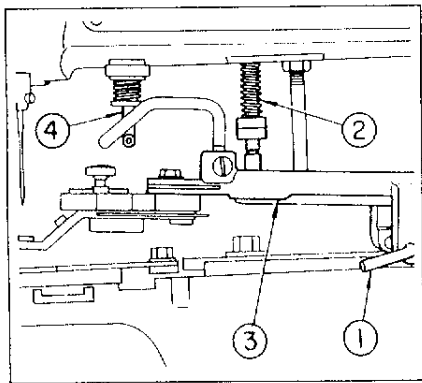

Fig. 33
(II) 2 - SECOND PROCEDE - FIGURES 33, 34, 35 & 36
RETIRER L'AXE (1) ET RETIRER LE SUPPORT DE PINCE (3) ET LA BARRE DE REGLAGE (2) FIG. 33. ENSUITE, COMME INDIQUE FIG. 39 INSTALLER LE SUPPORT (5). ECHANGER LA PLAQUE DE GRADUATION LONGITUDINALE AVEC LA PLAQUE FOURNIE AVEC LES ACCESSOIRES.
DEPOSER LE (4) FIG. 33 ET INSTALLER LES ACCESSOIRES COMME INDIQUE FIG. 40. FIXER LES PIECES SUIVANTES A LA BARRE DE RETENUE DU RESSORT (9) DANS L'ORDRE CI-APRES : RESSORT DE RAPPEL DU COUTEAU (10) RONDELLE (11) ARRETOIR (12) RONDELLE (11).